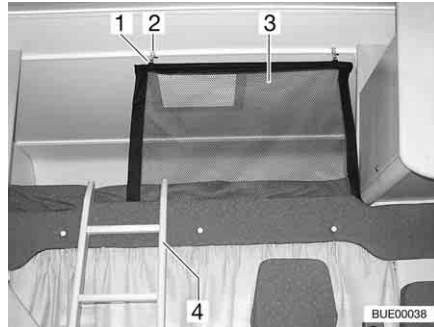
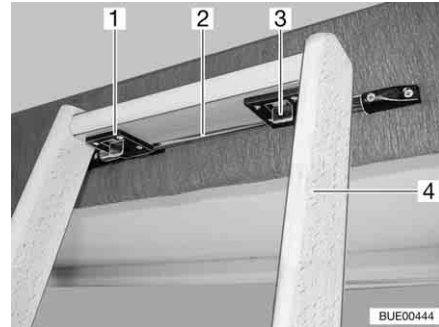

Bild 79 Alkovenbett
Bild 80 Aufstiegsleiter, Verriegelung
Zum Besteigen des Alkovenbetts die serienmäßig beigelegte Aufstiegsleiter (Bild 79,4 und Bild 80,4) benutzen.
- Die Leiter mit den beiden Haken (Bild 80,1) in die Stange (Bild 80,2) an der Alkovenblende einhängen.
- Die beiden Verriegelungen (Bild 80,3) nach vorne schieben.
Das Sicherungsnetz (Bild 79,3) ist serienmäßig zwischen Matratze und Lattenrost verstaut. Das Sicherungsnetz erst aufspannen, wenn sich die Personen bereits im Alkoven befinden.
- Die Halterung (Bild 79,1) in die Ösen an der Decke (Bild 79,2) einhängen.